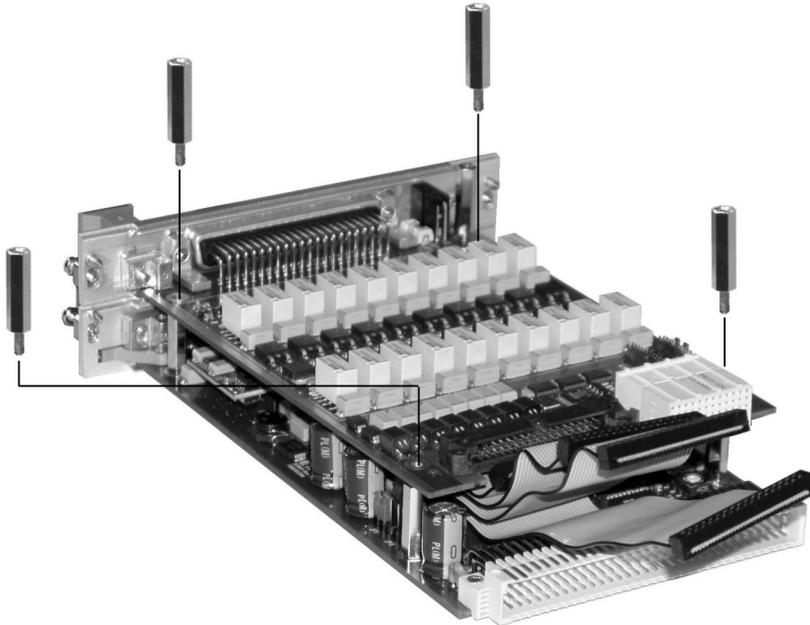

Abb. 4-6 I/O-Modul montieren
- Befestigen Sie das I/O-Modul mit den Distanzbolzen (siehe Abb. 4-6 auf Seite 22).